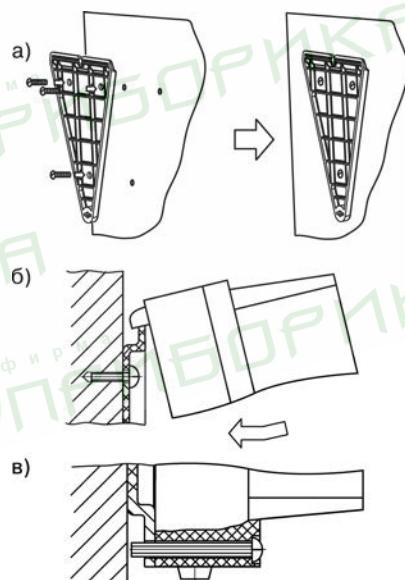

Рисунок 6.1 - Установка прибора в корпусе настенного крепления
1. Закрепите кронштейн тремя винтами M4 на поверхности, предназначеннной для установки прибора (см. прил. А и рис. 6.1, а).
2. Зацепите крепежный уголок на задней стенке прибора за верхнюю кромку кронштейна (рис. 6.1, б).
3. Прикрепите прибор к кронштейну винтом из комплекта поставки (рис. 6.1, в).